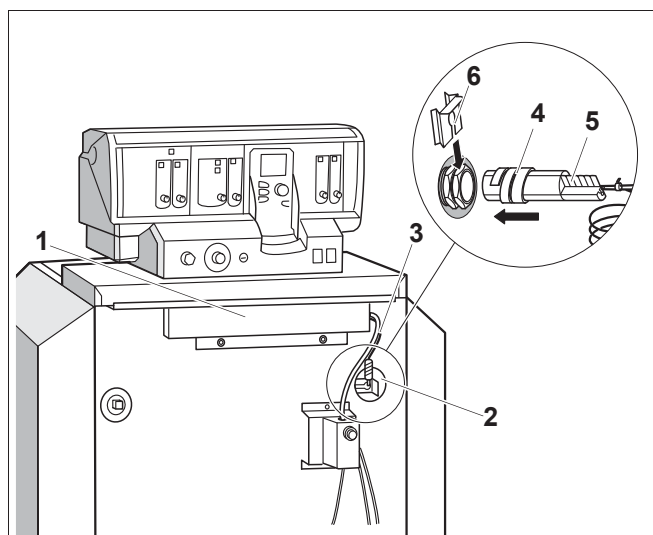

Рис. 12 Передняя крышка котла
- Снять крышку ниши для кабеля (рис. 12, поз. 1).
- Провести капиллярные трубки температурных датчиков и, для системы управления серии Logamatic, провод датчика температуры котловой воды под передней крышкой котла вперед к месту замера (рис. 12, поз. 2). Провода при этом разматывать только на необходимую длину.
- Провести провод горелки (рис. 12, поз. 3) под передней крышкой котла назад к подключению системы управления.
- Температурный датчик вставить до упора в гильзу (рис. 12).
- Пластмассовая спираль (рис. 12, поз. 4) автоматически сдвигается назад. Компенсационная пружина (рис. 12, поз. 5) должна быть вставлена в гильзу.
Надеть фиксатор датчиков (рис. 12, поз. 6; поставка с системой управления) сбоку или сверху на оголовки гильзы (рис. 12, см. стрелку).